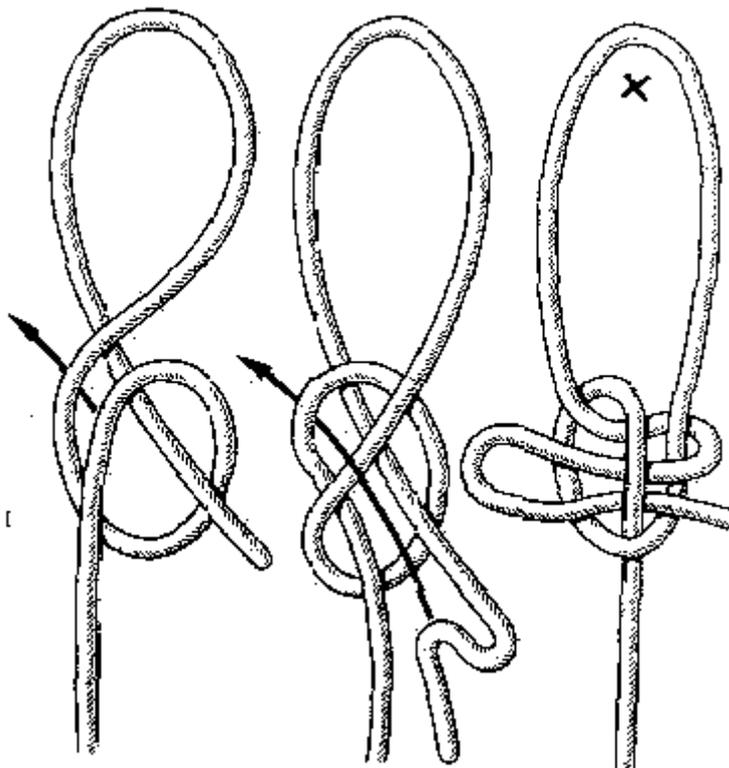

Рис. 97. Калмыцкий узел
**Калмыцкий узел** (рис. 97). Он относится к числу практичных и надежных узлов. Его название говорит о том, как он появился в нашей стране. И хотя калмыцкие степи не вызывают ассоциации с морем и кораблями, он издавна применяется на флоте. Зарубежные моряки его не знают, и, как это ни странно, он не фигурирует ни в одном из многочисленных пособий по вязке узлов, изданных за рубежом.
На рис. 97 дана принципиальная схема вязки калмыцкого узла, на которой показано лишь взаимное расположение концов троса относительно друг друга. На практике этот прекрасный узел вяжется почти мгновенно следующим образом.